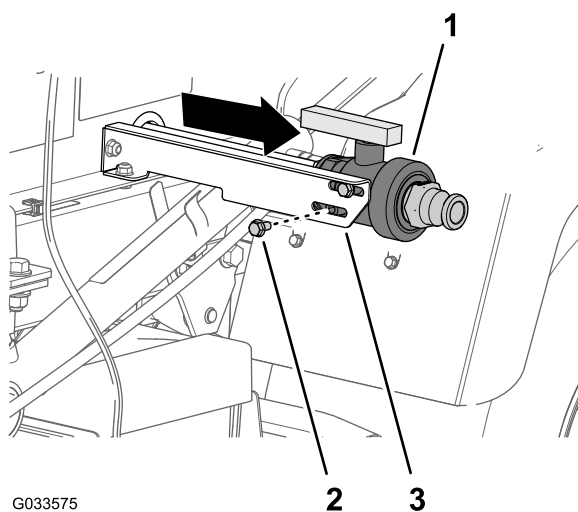

Figure 14
3. Fixez légèrement le robinet de vidange sur son support (Figure 14) à l'aide de 2 boulons à embase (5/16 x 5/8 po) que vous avez retirés à l'opération 2.
4. Déplacez le robinet de vidange vers l'extérieur, au bout des fentes du support, et serrez les 2 boulons à embase à la main (Figure 14)